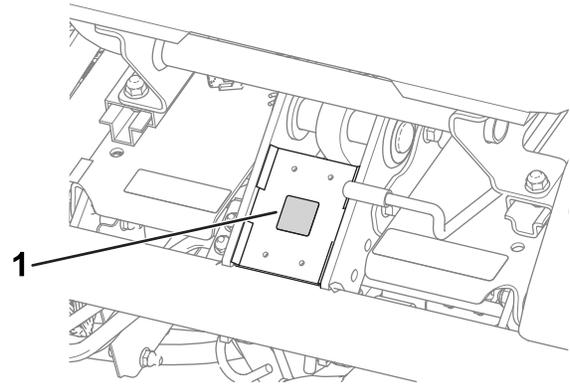

Figura 11
- Coloque la pegatina con marca CE (pieza N° 93-7252) en el bastidor debajo de la parte delantera del asiento (Figura 11).